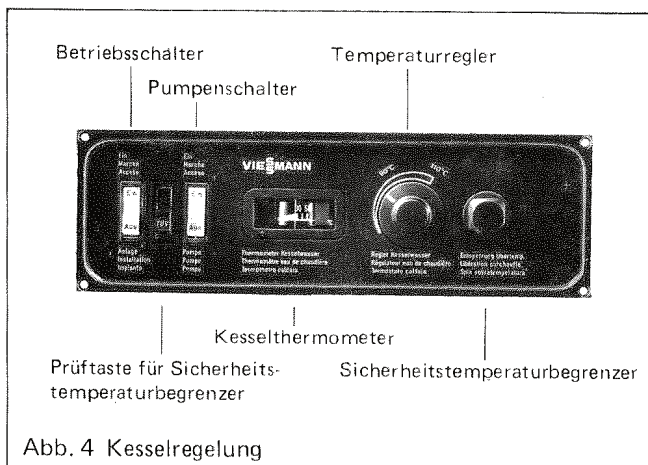

Abb. 4 Kesselregelung
- b) Betriebsschalter an Kesselregelung einschalten (siehe Abb. 4).
- c) Betriebsschalter der Pumpe (Abb. 4) und Betriebsschalter der Außensteuerung (falls vorhanden) einschalten.